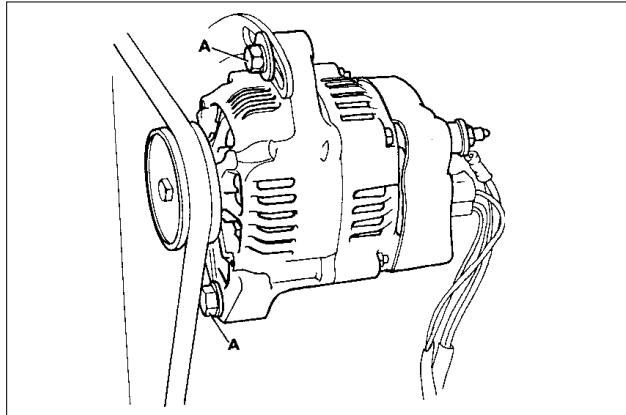

Fig.40
Fan Belt Tension (Fig.40)
- (a) Release the two bolts holding the (A Fig.40) alternator and adjust alternator until the tension is correct.
V-snaarspanning (afb. 40)
- draai de twee bouten (A fig. 40) van de dynamo los en verstel de dynamo totdat de juiste V-snaarspanning is bereikt;
- Desserrer les 2 boulons (A fig. 40) qui fixent l'alternateur et régler ce dernier jusqu'à ce que la tension soit correcte